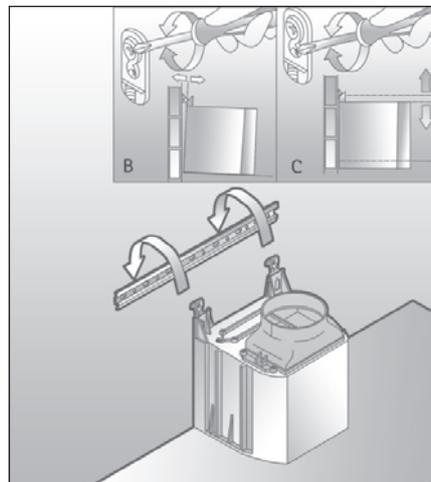

Fig.2
- Enganche o corpo da coifa na barra de sustentação (**fig.2**).
meio dos parafusos (**detalhe na fig. 2**). O parafuso superior (B) regula a distância entre a coifa e a parede e o inferior (C) permite a regulagem da posição vertical.